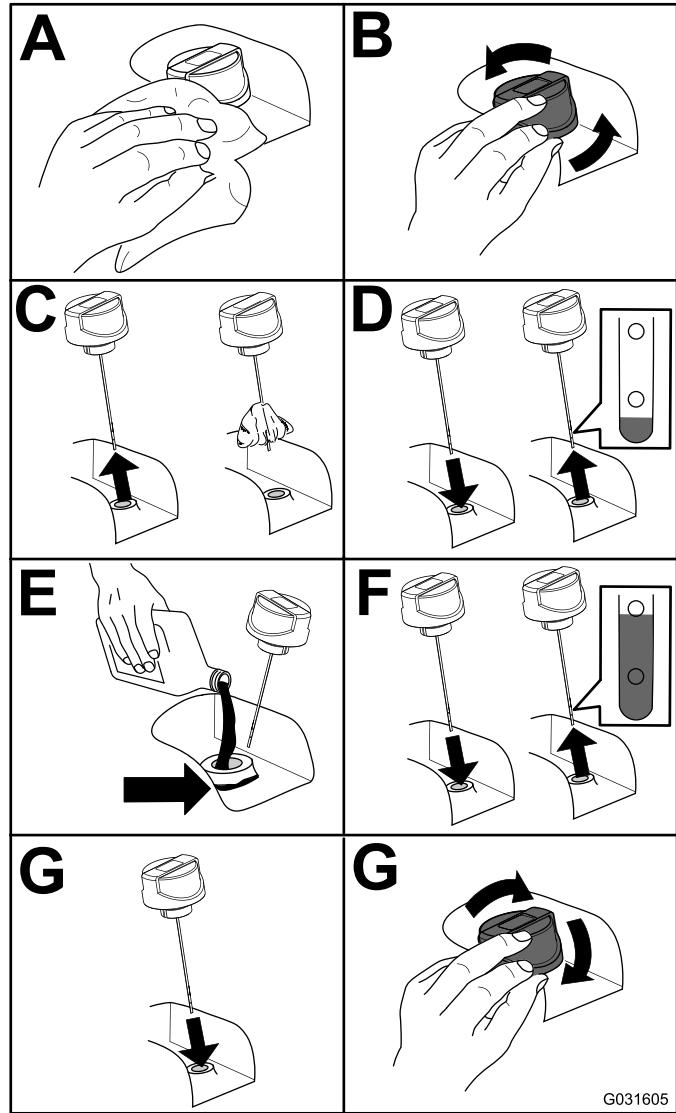

Bild 76
2. Prüfen Sie den Stand des Hydrauliköls (Bild 76).